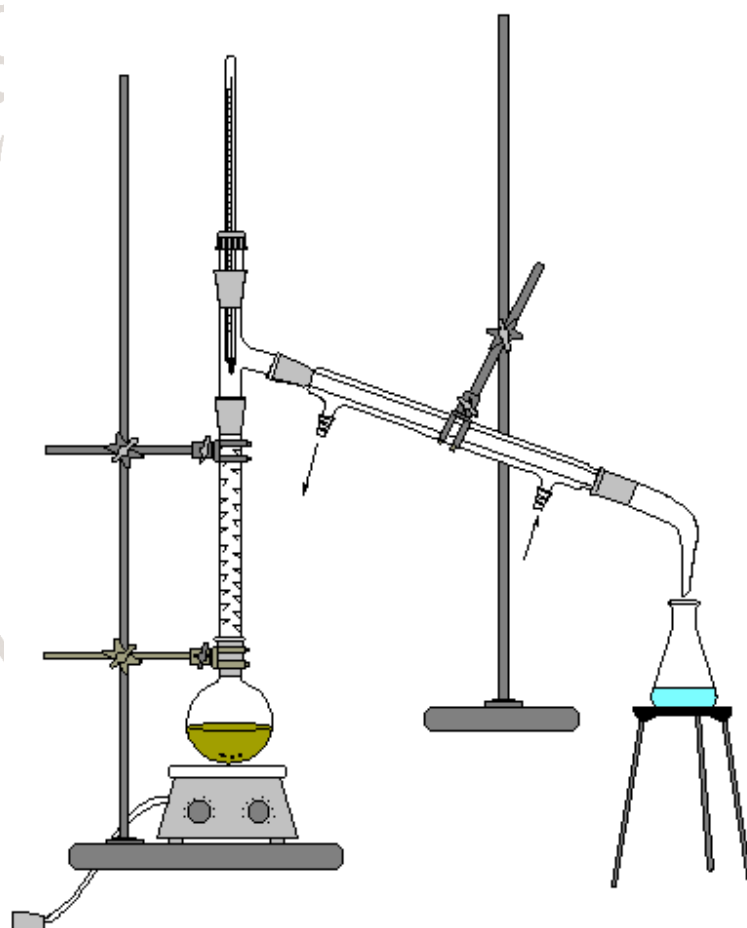

Figura 1. Montaje Destilación Fraccionada
En la figura 1. Se encuentra en montaje de dicha destilación.
3. Arme el montaje (Figura 1) correspondiente a destilación fraccionada y comience el calentamiento de la solución problema.